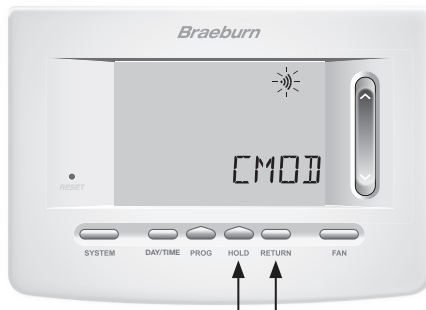

Figure 1
2. Le mot **CMOD** (module de commande) apparaîtra à l'afficheur et le « » symbole clignotera (voir Figure 1).